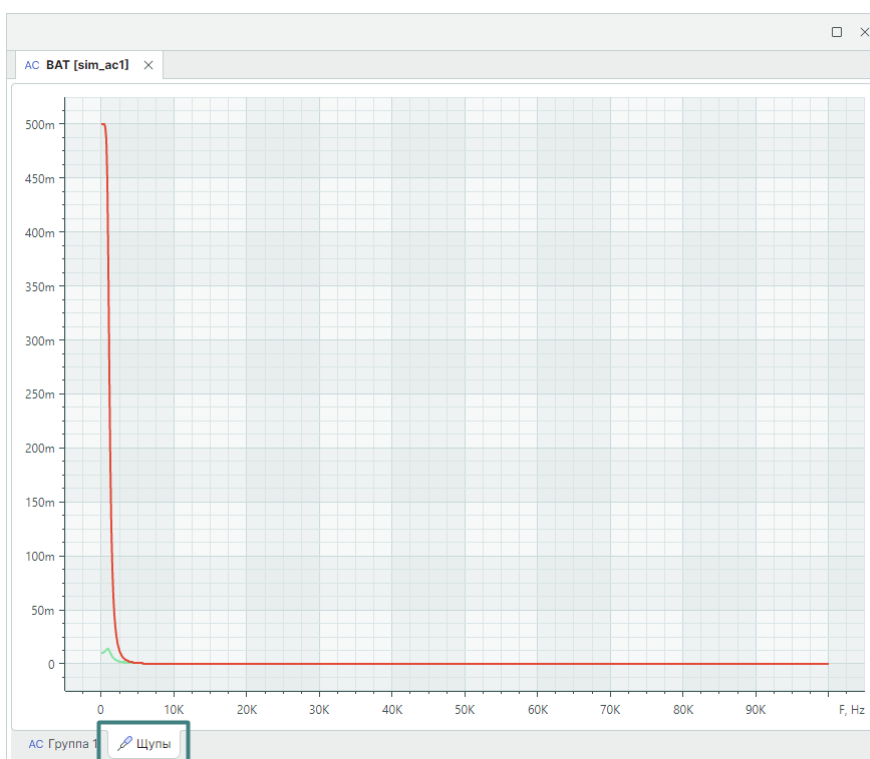

Рис. 191 Отображение графиков результатов моделирования на вкладке «Щуп»
3. На вкладке «Щупы» отображены графики результатов моделирования $I(L1)$ и $V(NET0002)$, см. Рис. 191.